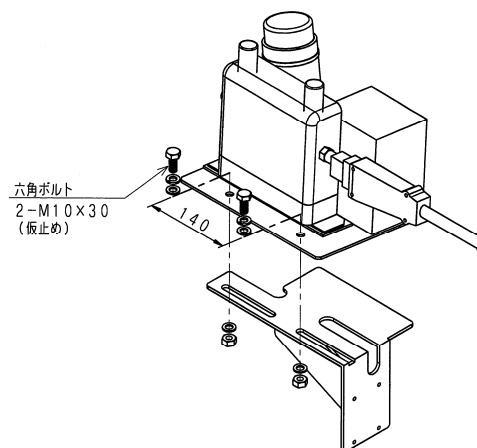

図 1.2 ワイヤ送給装置の取り付け(手順 2)
2. 図 1.2 を参考にワイヤ送給装置を固定ブラケットに取り付けてください。取り付けは六角ボルト・ワッシャ・ナットで仮止めします。(一線式パワーケーブルの張り調整を行うため仮止めにしておきます。)